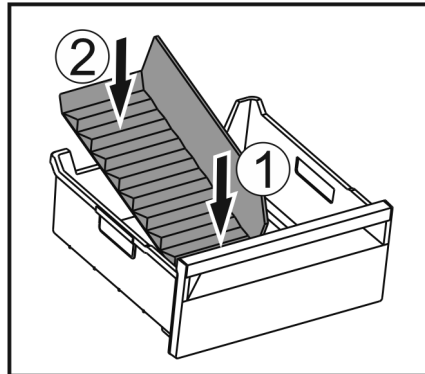

Fig. 71
- ▶ Colocar la parte delantera del separador del compartimento para hielo. Fig. 71 (1)
- ▶ Bajar la parte trasera del separador del compartimento para hielo hasta el fondo del cajón. Fig. 71 (2)